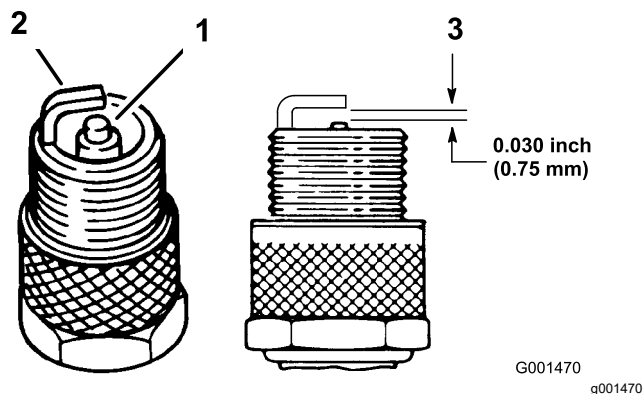

Рисунок 41
4. Проверьте состояние бокового электрода, выровняйте по центру электрод и выровняйте по центру изолятор электрода, чтобы избежать повреждений (Рисунок 41).
5. Установите воздушный зазор между центральным и боковым электродами равным 0,76 мм (Рисунок 41).